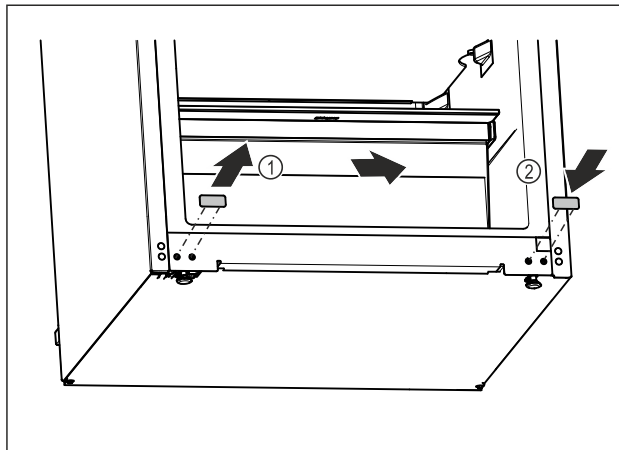

Fig. 13
- ▶ Извлеките заглушку. Fig. 13 (1)
- ▶ Установите заглушку на противоположной стороне. Fig. 13 (2)